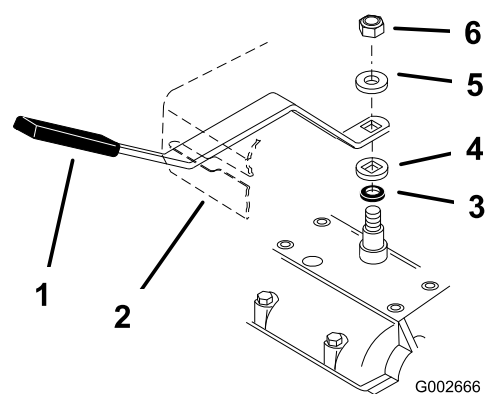

Figura 7
- Ponga la palanca en punto muerto y verifique la alineación de la palanca en la ranura de la chapa de la palanca de cambios. Debe haber la misma holgura en ambos lados de la palanca (Figura 7).
- Ponga la palanca en segunda velocidad y verifique la alineación de la palanca en la ranura de la chapa de la palanca de cambios. Debe haber la misma holgura por encima y por debajo de la palanca (Figura 7).
- Si la holgura no es correcta, retire la palanca y dóblela ligeramente para ajustarla (Figura 7).